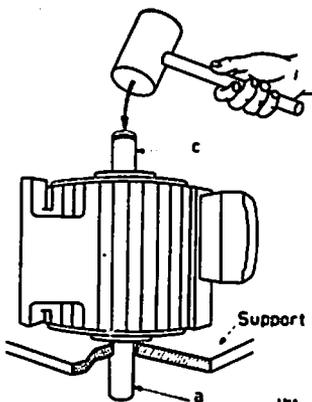

Fig. 10
- Prendre appui sur le flasque côté commande 17, en retournant par exemple l'ensemble qui vient d'être monté sur un support, le bout d'arbre « a » passant par un trou préalablement percé (fig. 10).